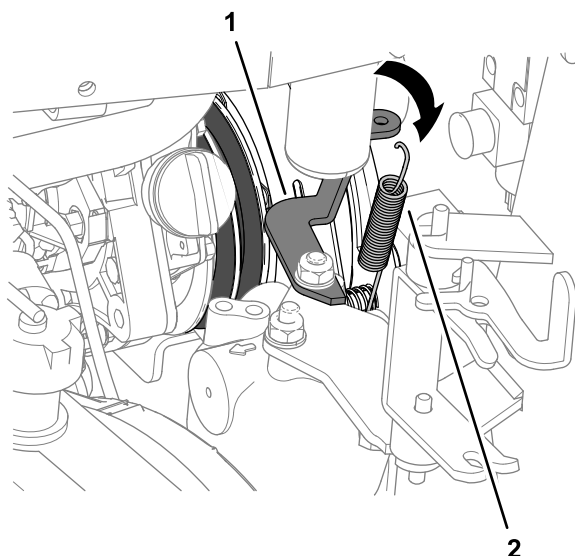

図 90
5. ラジエター側で、クラッチダンパースプリングをスプリングブラケットから外す 図 90。
4. 内側クラッチプレートのボルトとスプリングブラケットとの間に、クラッチダンパスプリングを取り付ける 図 90 PTO ベルトの取り外し (ページ 66)を参照。